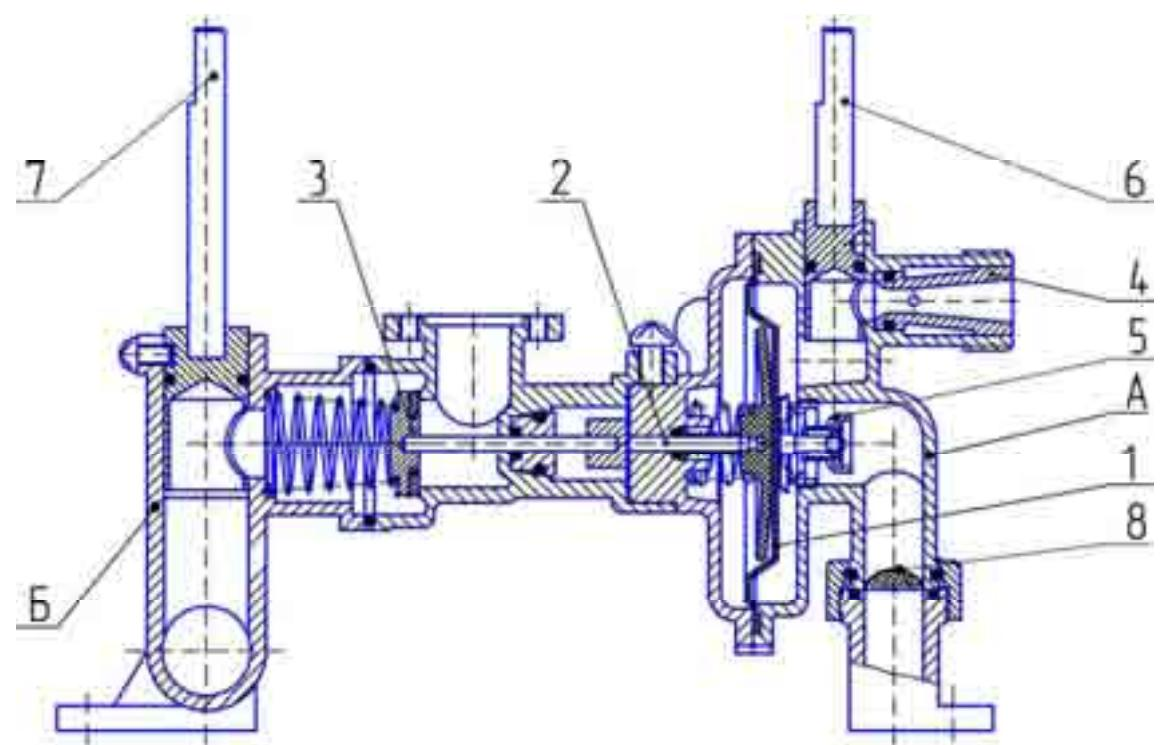

Рисунок 2 Блок водогазовый
2.4.3 Подключение электронного блока 15 к батарейному отсеку 14 осуществляется при помощи микровыключателя 18, срабатывающего при протоке воды через водяной регулятор 1 (см. рис. 2).
Водогазовый блок (рис.2), представляет собой единый блок и состоит из двух регуляторов:- водяного А и газового Б.